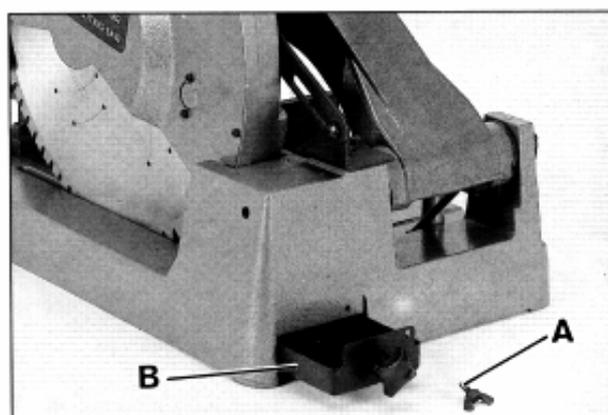

Abb.19
Dévisser la vis (A), Fig.19, retirer le bac (B) pour le nettoyer. Remettre celui-ci en place et resserrer la vis.
**ATTENTION:** La vis de butée (A) ne doit pas être serrée trop enfoncée, car, dans ce cas, la lame découperait le bac de copeaux (B), Fig. 19. Veiller à ce que la vis de butée soit toujours à la bonne hauteur avant de mettre la machine en marche.